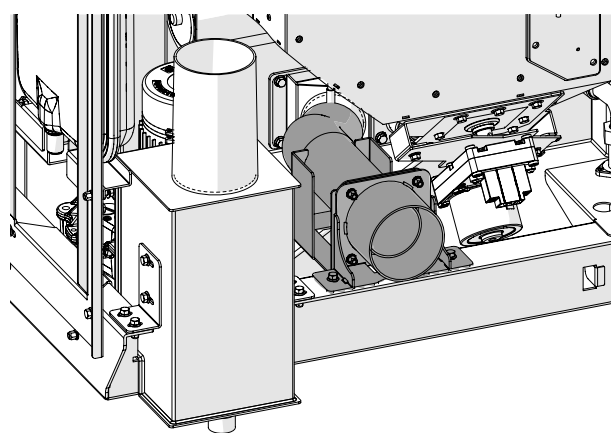

Abb. 44
- Kanalisierungskit der Verbrennungsluft (**Abb. 44**).